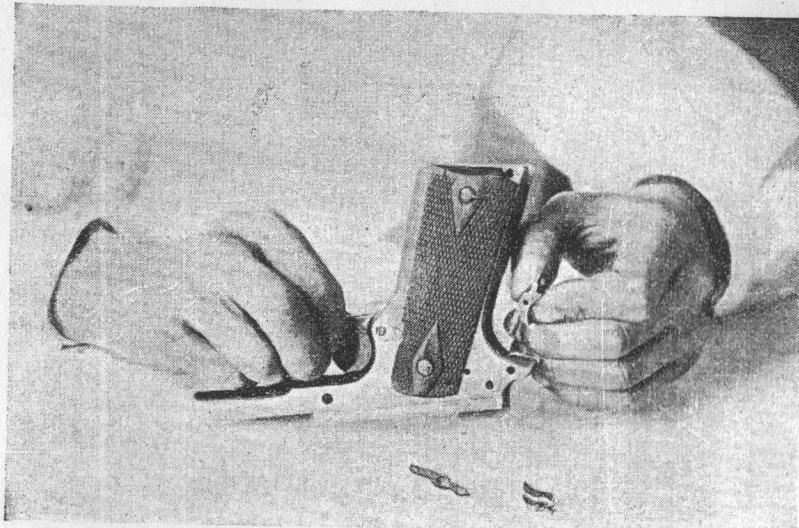

Рис. 25.
5. Вставить внутренний предохранитель, для чего, держа пистолет рукояткой вверху, вставить внутренний предохранитель головкой в отверстие в верхней стенке остава пистолета, наблюдая, чтобы плоская часть хвоста предохранителя была обращена вперед, т. е. прилегала к перемычке спускового крючка. (На рис. 25 предохранитель показан вместе со спусковым рычагом).
находится в середине спускового рычага). Ось вставляется с левой стороны остива пистолета (рис. 25 и 20 — гнездо оси).